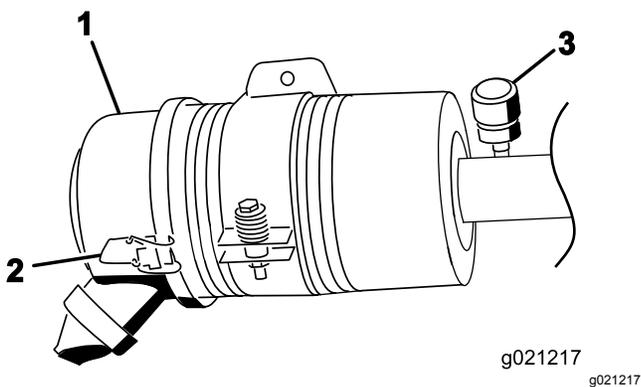

Рисунок 72
Обслуживание фильтра воздухоочистителя следует производить только тогда, когда этого требует индикатор обслуживания (Рисунок 72). Замена воздушного фильтра без необходимости ведет лишь к повышению вероятности попадания грязи в двигатель при извлечении фильтра.
1. Отпустите защелки, фиксирующие крышку воздухоочистителя на его корпусе (Рисунок 72).